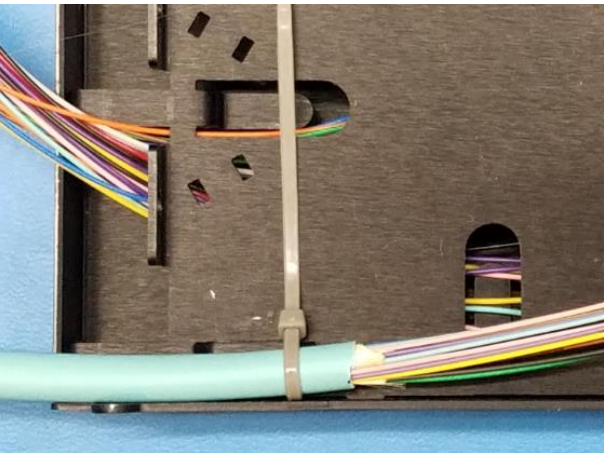

Figure 5
**3.7** En mettant la base face vers le haut et l'avant de la cassette vers la droite, assujettir temporairement le câble d'artère au point d'entrée de la cassette au moyen d'une des attaches fournies (**figure 5**).